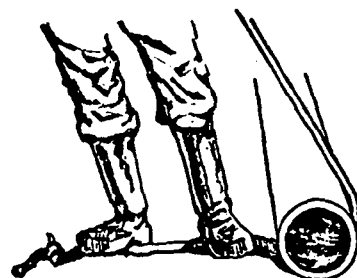

FIG 1
- 1 - Em tubos de até 200 milímetros a ponta da corda pode ser presa com os pés (fig. 1).